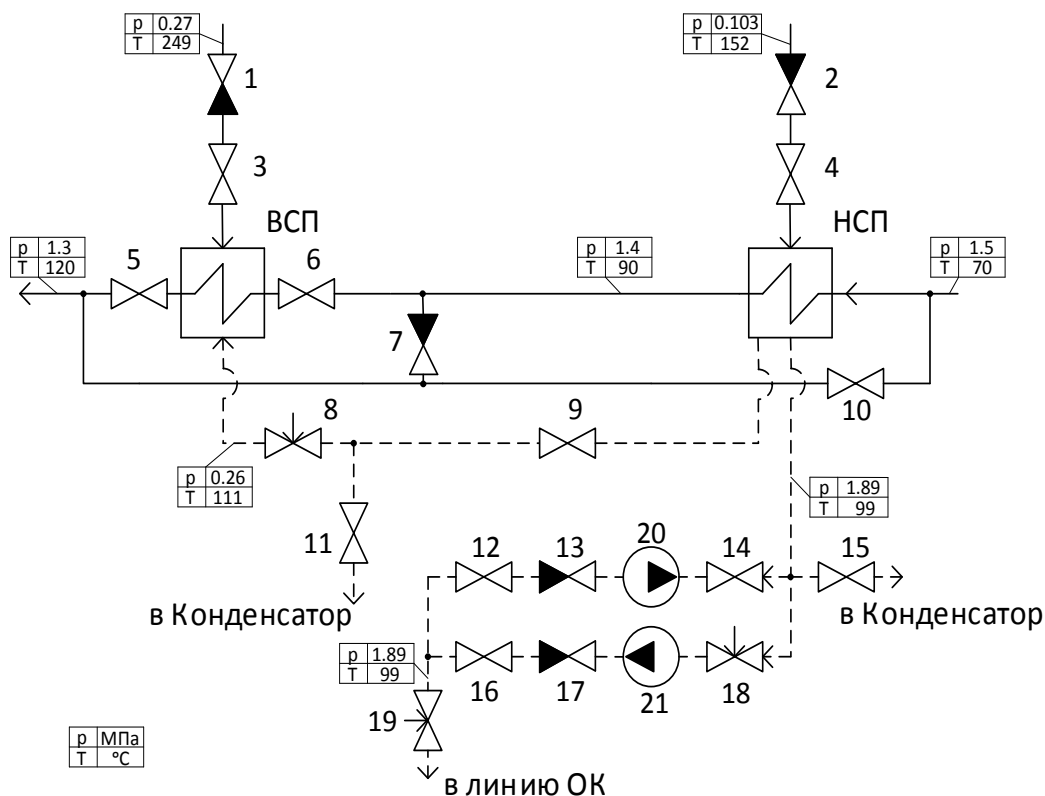

Рис. 5.1. Схема сетевой установки
На рис. 5.1 представлена схема сетевой установки, предназначенной для подогрева сетевой воды до 120 °С паром из отборов турбины. В состав установки входят два сетевых подогревателя: верхний (ВСП) и нижний (НСП). Водяная сторона подогревателей находится под давлением сетевых насосов.
1. Найти ошибки, предусмотренные в схеме на рис.5.1.